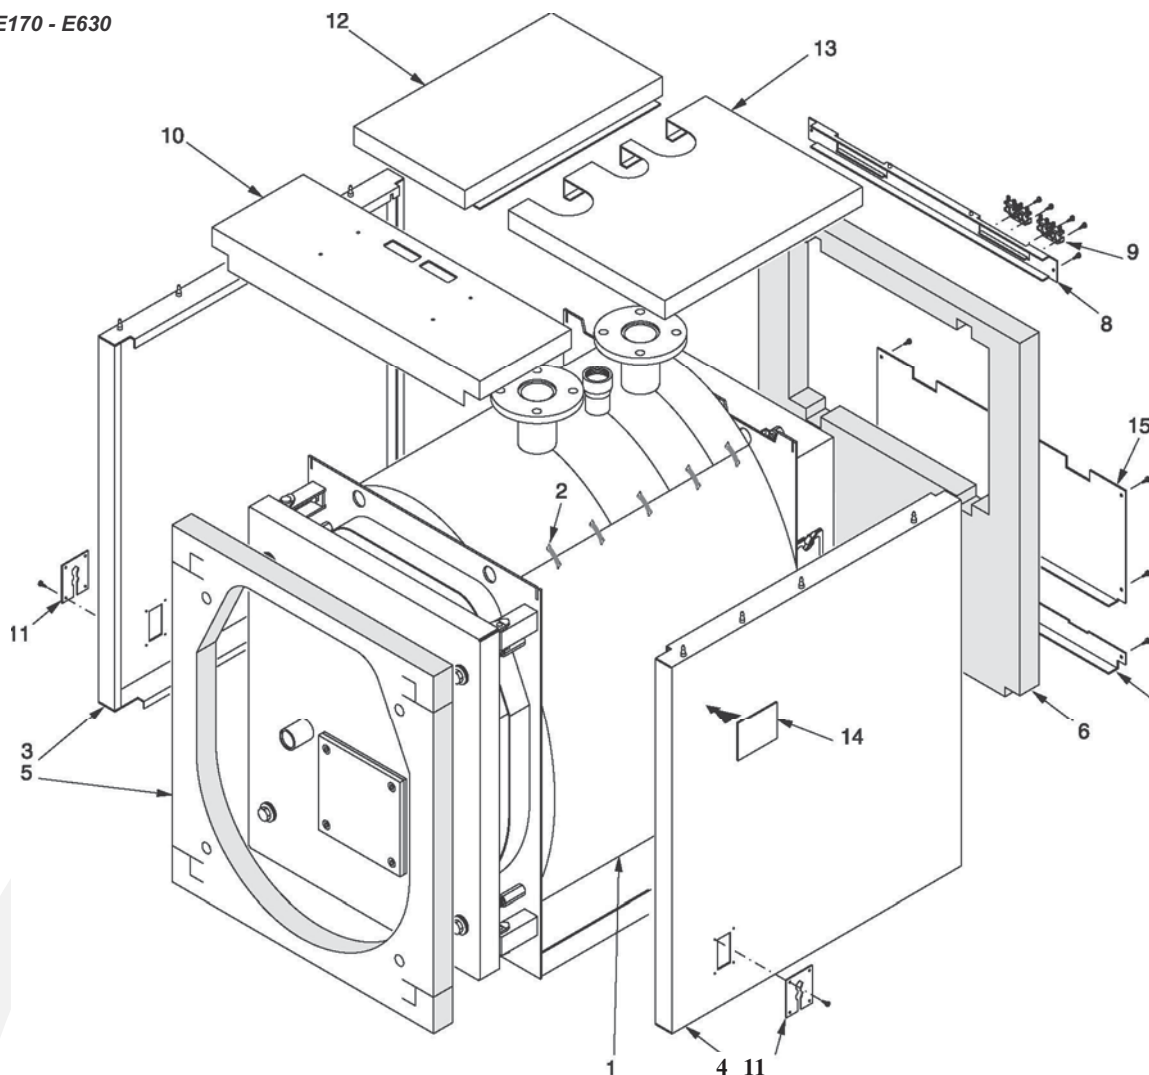
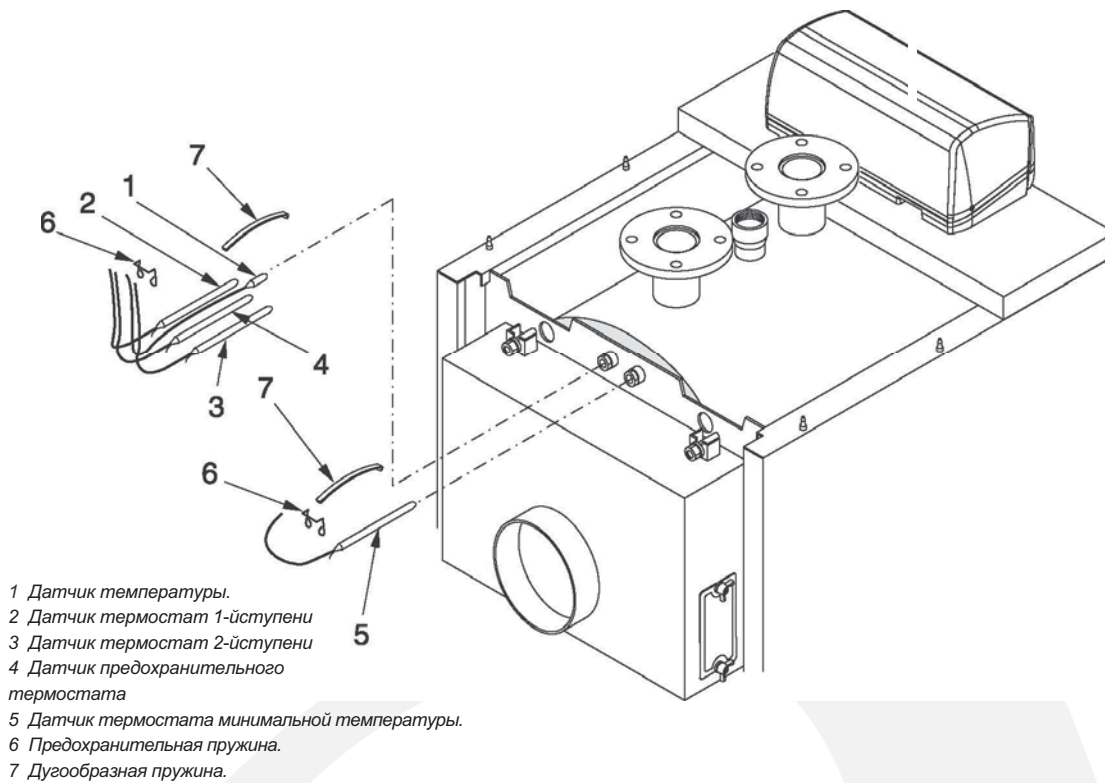

рис. 21
рис. 22
N.B. Для моделей котла от **E 170 до E 510** (см. рис. 21), обшивка и изоляция находятся в одной упаковке с маркировкой:
N.B. Для модели **E 630** (см. рис. 21) и для моделей от **E 760 до E 2200** (см. рис. 22 и 23), обшивка и изоляция находятся в трех упаковках маркированных:
Последовательность монтажа (см. рис. 21)
- Ф) Вставьте датчики приборов в манжеты, как показано на рис. 22 и подключите пульт управления к электропитанию, к горелке, насосу, и т.д. Закройте крышку панели управления. Проведите кабель горелки через зажимную панель проводов (поз. 11) со стороны его выхода и зафиксируйте кабель при помощи прилагаемого хомута. Зафиксируйте зажимные панели проводов (поз. 11) на боковых панелях обшивки. С обратной стороны котла аккуратно соедините выходящие электрические кабели в связку при помощи прилагаемого зажима.
- Ф) Вставьте датчики приборов в манжеты, как показано на рис. 22 и подключите пульт управления к электропитанию, к горелке, насосам, и т.д. Закройте крышку панели управления.